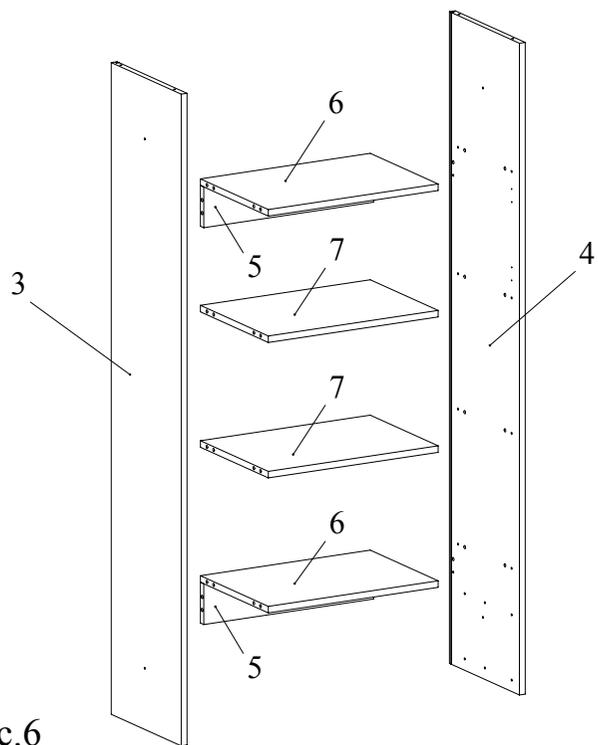

Рис.6
- Установить полки 6, 7 и царги 5 на боковину 3 и зафиксировать, повернув конфирматным ключом головки минификсов по часовой стрелке до упора (Рис. 6).